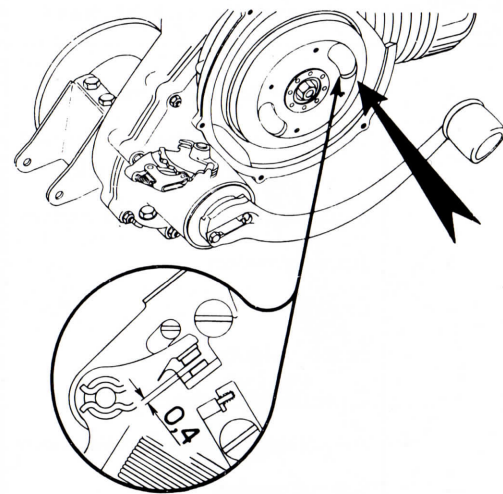

Fig. 13 - Registrazione puntine del ruttore
6) Registrare (0,4 mm.) e pulire le puntine platiniate del volano magnete (vedi fig. 13).